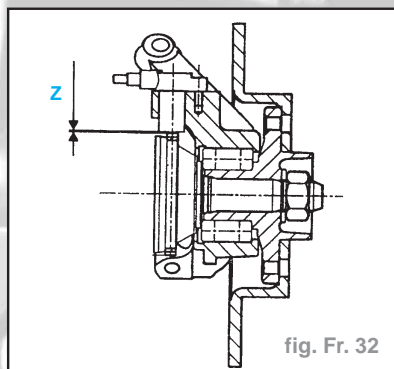

fig. Fr. 32
c) Effectuer un contrôle d'entrefer à l'aide d'un jeu de cales, seul l'avant est contrôlable (fig. Fr. 32).